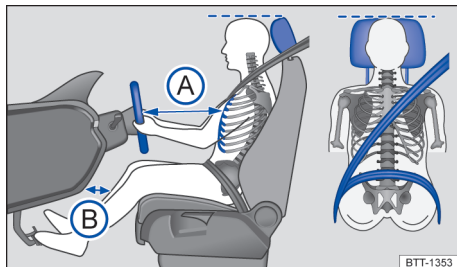

Fig. 19 Distância correta do condutor em relação ao volante, posição correta do cadarço do cinto de segurança e ajuste correto do apoio para cabeça.
- Ajustar o banco de modo que a distância entre o volante e o tórax tenha no mínimo 25 cm → Fig. 19 (A) e que o condutor possa segurar o volante pela borda externa com as duas mãos e os braços ligeiramente dobrados.
- Ajustar o banco do condutor na direção longitudinal de modo que os pedais possam ser acionados com as pernas ligeiramente arqueadas e a distância para o painel de instrumentos na área do joelho seja de, no mínimo, 10 cm → Fig. 19 (B).
- Para os bancos com apoio para cabeça: ajustar o apoio para cabeça de modo que a sua borda superior se encontre preferencialmente na mesma linha da parte superior da cabeça → Fig. 19 – porém não abaixo da altura dos olhos. Posicionar a parte posterior da cabeça o mais perto possível do apoio para cabeça.